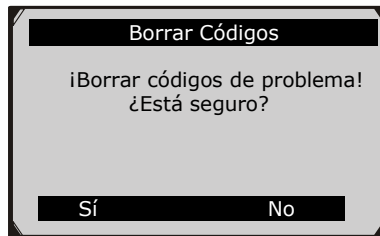

Figura 6.6
- 2) Un mensaje de advertencia le pedirá su confirmación. (Figura 6.6)